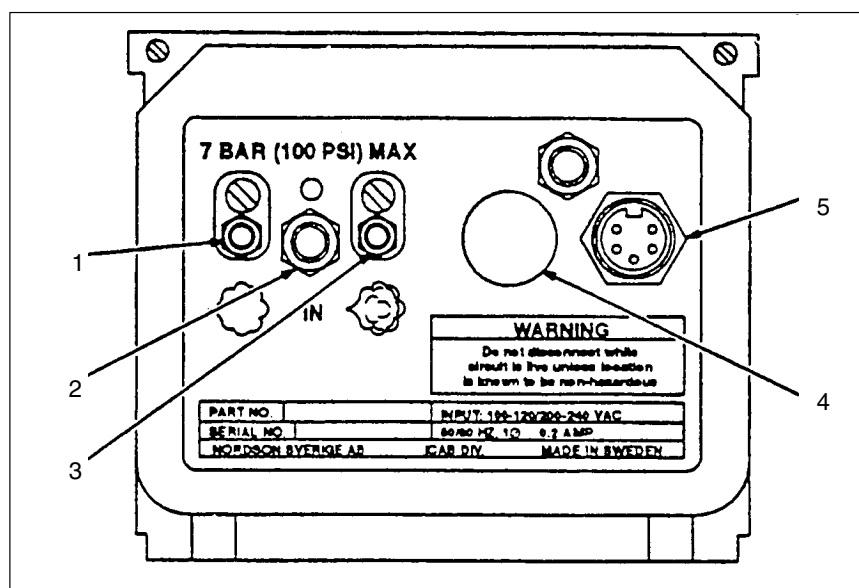

Fig. 3-3 Connexions électriques et raccordements pneumatiques
1. Cf. fig. 3-3. Enficher le cordon d'alimentation livré avec l'unité de commande dans la prise repérée par POWER INPUT et située sur le panneau arrière.
Cf. figure 3-3. Raccorder une conduite d'air de 10 mm au nipples marqué IN du panneau arrière et à l'alimentation en air ou distributeur du rack.